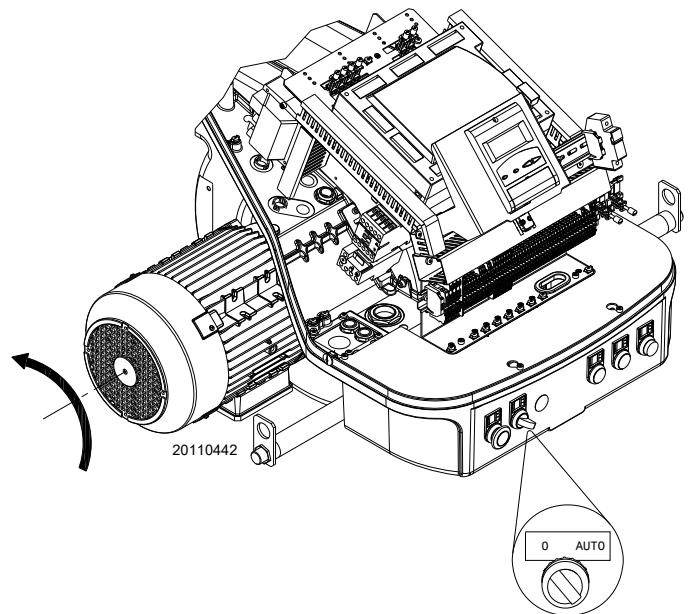

Abb. 27
Die Thermostate / Druckwächter schließen und den Schalter von Abb. 27 in die Position „**AUTO**“ stellen.
Sollten sie auf das Anliegen von Spannung hinweisen, muss der Brenner **sofort** gestoppt und die elektrischen Verbindungen müssen überprüft werden. Beim Anlaufen des Brenners die Drehrichtung des Motors überprüfen, siehe dazu Abb. 27.
- Den Schalter auf Abb. 27 auf „**0**“ stellen und warten, bis das Steuergerät die Abschaltphase ausführt;
- durch Betätigen des „0-AUTO“-Schalters von Abb. 27 auf Seite 30;